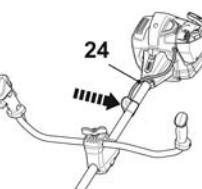

Рис. 3
- > Прикрепите кабель управления [24] к подвесной опоре (рис. 3).